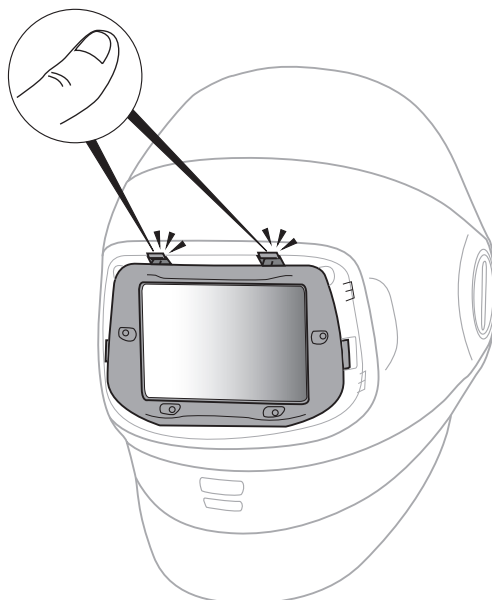

Fig. 21j
- g. Luego, inclina el filtro ADF en el protector externo para soldar y presiona firmemente las dos lengüetas de bloqueo hasta que se escuche un sonido de "clic" (Fig. 21j).